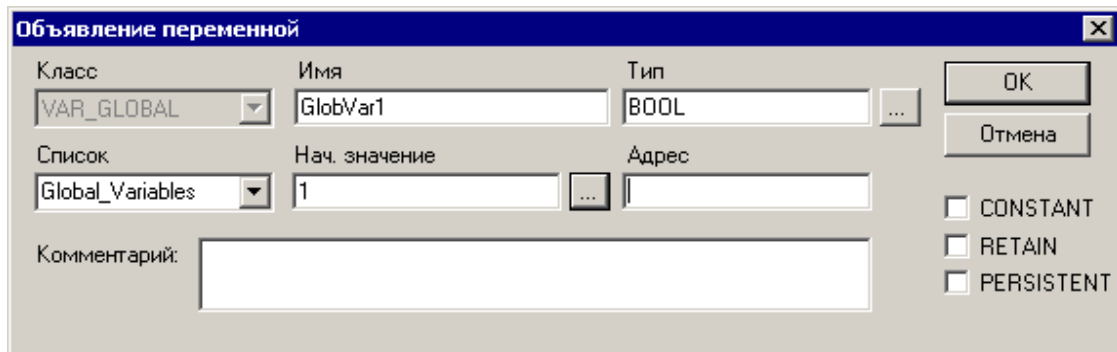

Рисунок 7.4 – Окно «Объявление переменной»
2) В открывшемся окне «Автообъявление переменной» (см. рисунок 7.4) – задать значения параметров вводимой переменной.